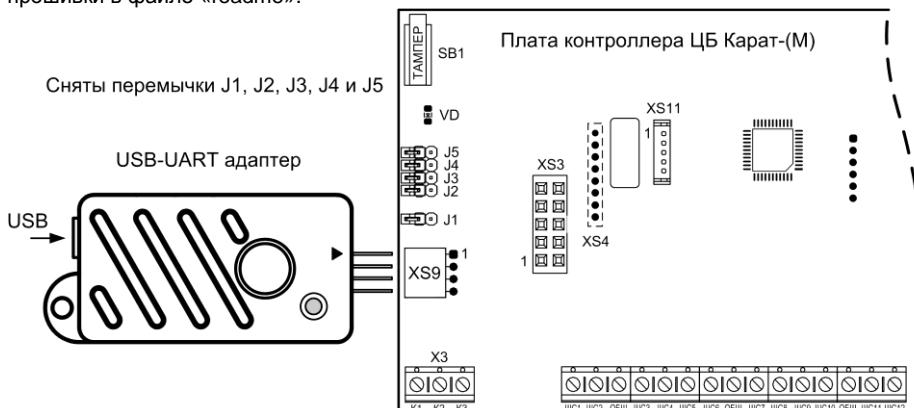

Рис.8 Подключение USB-UART адаптера к ЦБ при обновлении прошивки
• Для смены прошивки необходимо запустить утилиту «KaratUpd», обесточить ЦБ, подключить плату контроллера ЦБ к компьютеру с помощью USB-UART адаптера (рис.8) и USB-кабеля.
• Далее необходимо перевести прибор в режим «Обновления прошивки» - снять (разомкнуть) перемычки J2, J3, J4, J5 и J1 на плате контроллера ЦБ (табл.11, рис.8) и включить прибор.